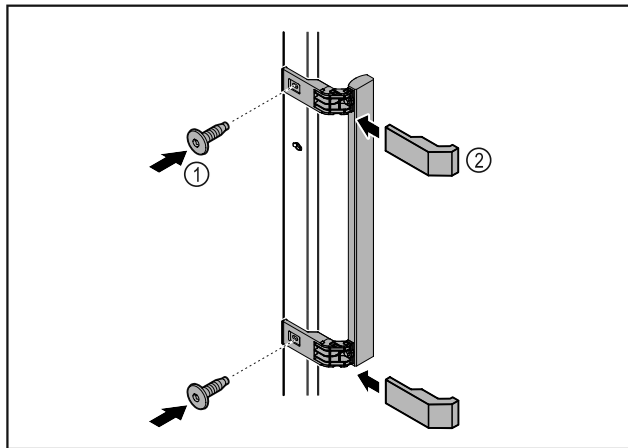

Fig. 6
- ▶ Griff aus dem Beipack mit den beiliegenden Schrauben Fig. 6 (1) an der Tür anbringen.
- ▶ Abdeckung Fig. 6 (2) aufsetzen.